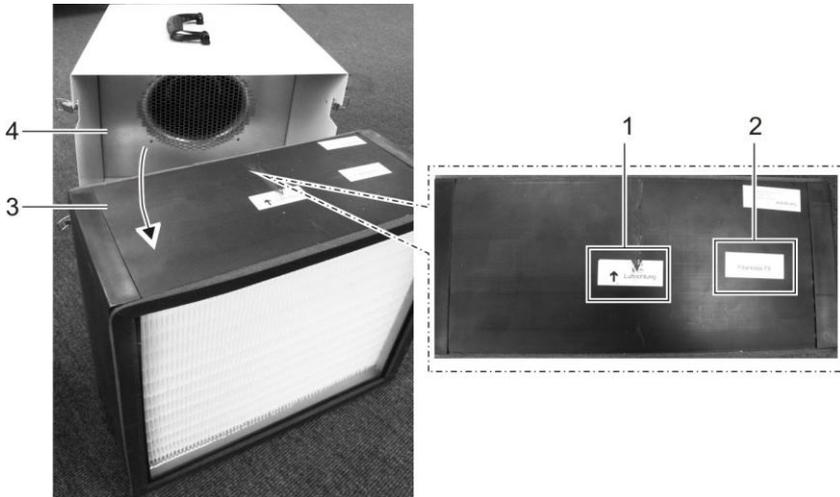

Abb. 4: Hauptfilter wechseln
7. Hauptfilter (Abb. 4, Pos. 3) aus dem Gerät (Abb. 4, Pos. 4) ziehen.
9. Sichtkontrolle: Hauptfilter aus Verschmutzung prüfen. Bei Bedarf einen neuen Filter der gleichen Filterklasse (Abb. 4, Pos. 2) in das Gerät schieben. Dabei auf die Lufrichtung (Abb. 4, Pos. 1) achten.